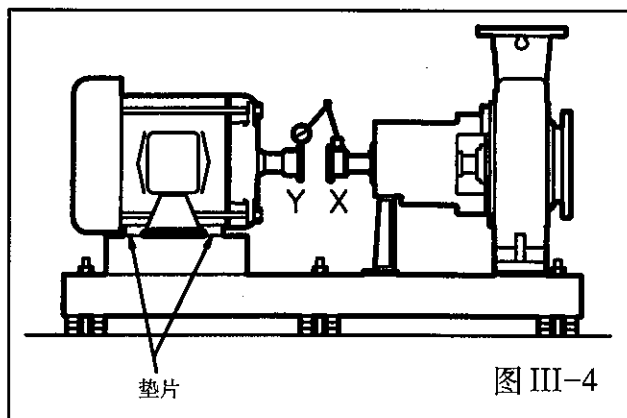

图 III-4
**正读** - 联轴器 X 高于联轴器 Y, 通过增加每个电机底下厚度等于百分表读数一半的调整垫片而进行校中 (图 III-4)。